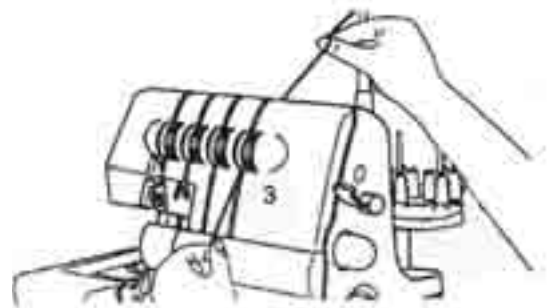

Abb.21
3. Halten Sie den Faden mit den Fingern fest, führen Sie ihn zwischen den Scheiben des Fadenspannwählers **17** hindurch und ziehen Sie ihn dann nach unten (3) (Abb. 21).